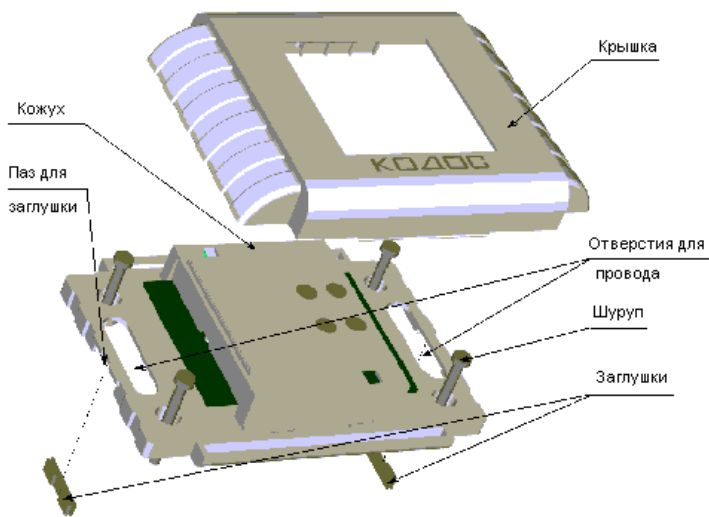

Рисунок 5 – Крепление адресного блока «КОДОС А-09»
5.4.2 Снять с изделия крышку (рисунок 5).
- в случае если провода подходят сбоку адресного блока «КОДОС А-09» (например, из короба или гофрированного шланга), снять заглушки (рисунок 5);
- через отверстия для проводов (если провода идут из стены) или через пазы для заглушек и отверстия для проводов (в случае, если провода подходят сбоку) (рисунок 5), протянуть провода к кожуху адресного блока «КОДОС А-09»;